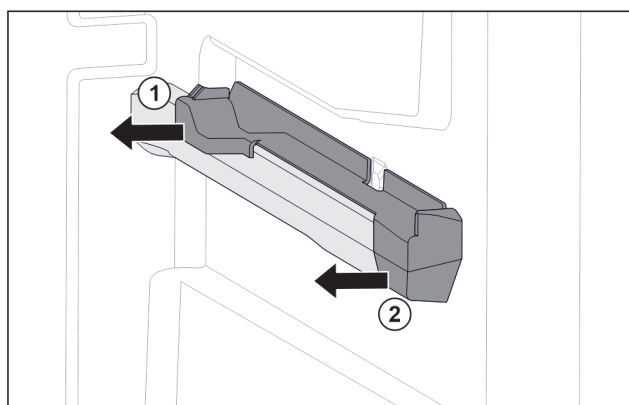

Fig. 123 Påsettsingsdel på høyre beholderribbe
- Trekk av påsettsingsdel bak til siden. Fig. 123 (1)
- Trekk av påsettsingsdel foran til siden. Fig. 123 (2)